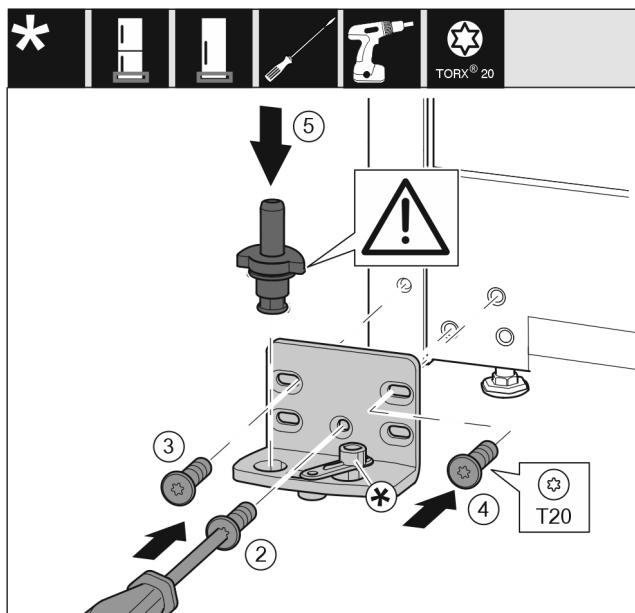

Fig. 34
- ▶ Lagerbock auf der anderen Seite ansetzen und mit Hilfe eines Schraubendrehers T20 anschrauben. Mit Schraube 2 unten in der Mitte beginnen. Fig. 34 (2)
- ▶ Schraube 3 und 4 festschrauben. Fig. 34 (3,4)
- ▶ Lagerbolzen komplett einsetzen. Dabei darauf achten, dass der Rastnocken nach hinten zeigt. Fig. 34 (5)
- ▶ Lagerbock auf der anderen Seite ansetzen und mit Hilfe eines Schraubendrehers T20 anschrauben. Mit Schraube 2 unten in der Mitte beginnen. (2)
- ▶ Schließdämpferverbindung um 180° drehen. Auf der anderen Seite des Lagerbocks mit Schraubendreher T20 anschrauben. (5)
- ▶ Lagerbolzen komplett einsetzen. Dabei darauf achten, dass der Rastnocken nach hinten zeigt. (6)